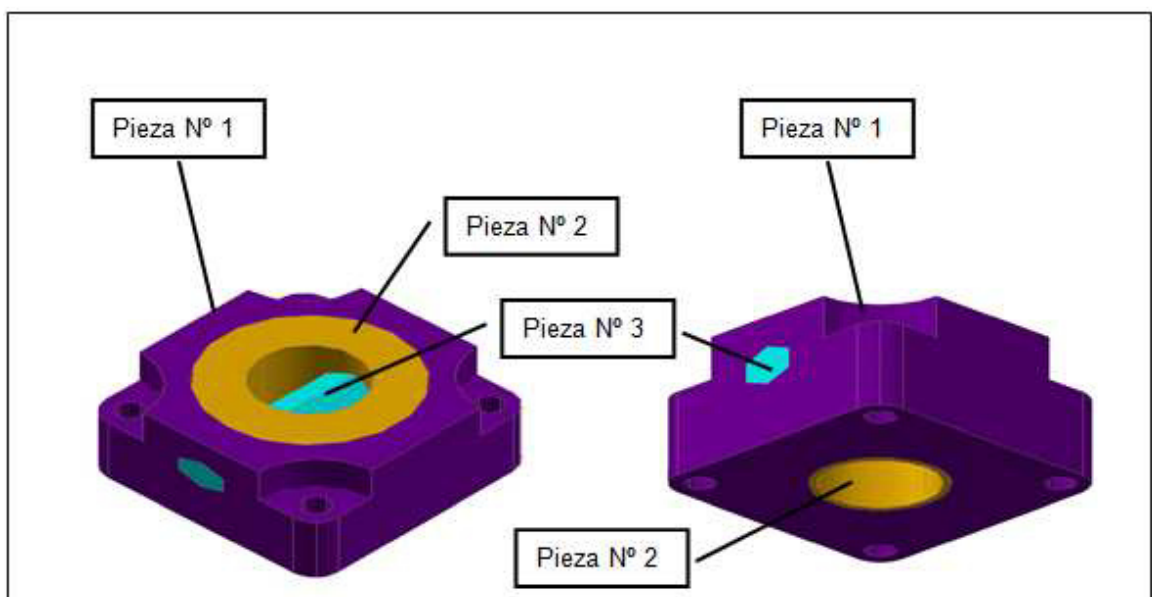

Figura 1. Soporte de eje
- a) Para realizar el modelado tridimensional del “**Soporte de Eje**” que se muestra en la Figura 1, se trabajará simultáneamente con las 3 piezas, generando sólidos básicos que se irán combinando entre sí a través de los comandos de edición UNION, DIFERENCIA, GIRO 3D, entre otros. Para esto se crearán 3 capas distintas para cada sólido de colores distintos (en este caso los colores tienen la única función de distinguir una pieza de otra y no se relacionan con el espesor de trazado) y una cuarta capa para eventuales líneas auxiliares.